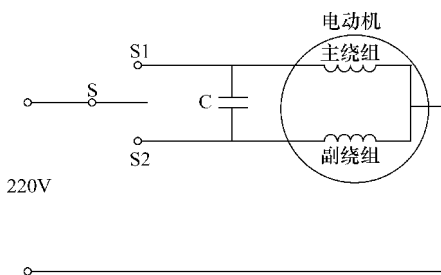

图 1-56 电动机工作原理
1) 全自动波轮洗衣机电动机工作原理：全自动波轮洗衣机电动机的工作原理如图 1-56 所示，当洗衣机接通电源后，只要按下电源开关按钮，便会给电动机的主、副绕组加上电流。根据电容分相电动机的起动原理，当 S 与 S1 接通时，主、副绕组便通以电流。由于电容 C 的作用，使通过副绕组的电流超前主绕组 90° 电角度，形成两相磁场，电动机起动运行，假设为正转。由于旋转磁场的方向与绕组中电流达到最大值的次序有关，所以当 S 与 S2 接触时，流进主绕组的电流超前于副绕组电流 90° 电角度，旋转磁场方向相反，电动机反向运转。如果 S 与 S1、S2 不断交替接通，则电动机就会一会儿正转，一会儿反转，这就是洗衣机电动机正、反转的工作原理。所以，实现了全自动波轮洗衣机在强洗时正转 25 ~ 35s 停止 5s 再反转 25 ~ 35s 停止 5s，如此周期性旋转。